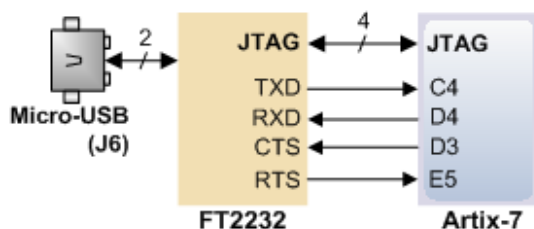

图 12-5: Nexys A7-100T 串口连接
**FPGA 开发板串口：**在我们使用的 Nexys A7-100T 开发板中，串口是通过 USB-UART 桥接芯片 FT2232 来实现的。串口和我们用于 FPGA 程序下载的 USB 接口共用一根线，但不会相互干扰。也就是说下载完 bitstream 后不用拔线，FPGA 可以直接和电脑进行串口通信。串口的 TXD、RXD 及 CTS、RTS 分别连接 FPGA 的 C4、D4、D3 和 E5 接口。注意，图 12-5中的 TXD、RXD、